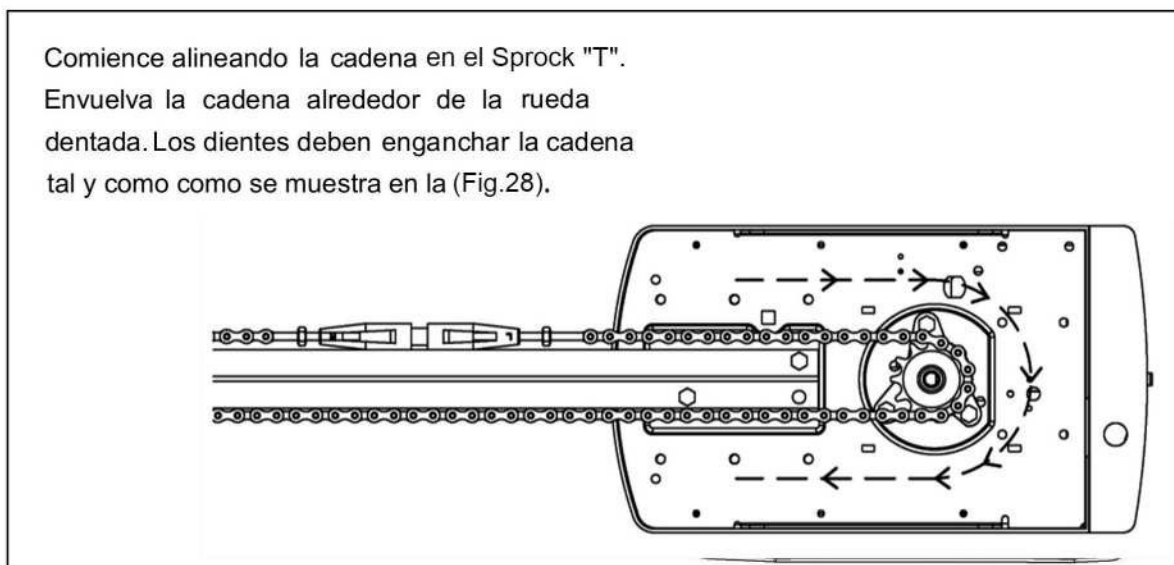

Fig.28
5.13.-Instalando la Cadena en el Sprock "T". (Fig.28)